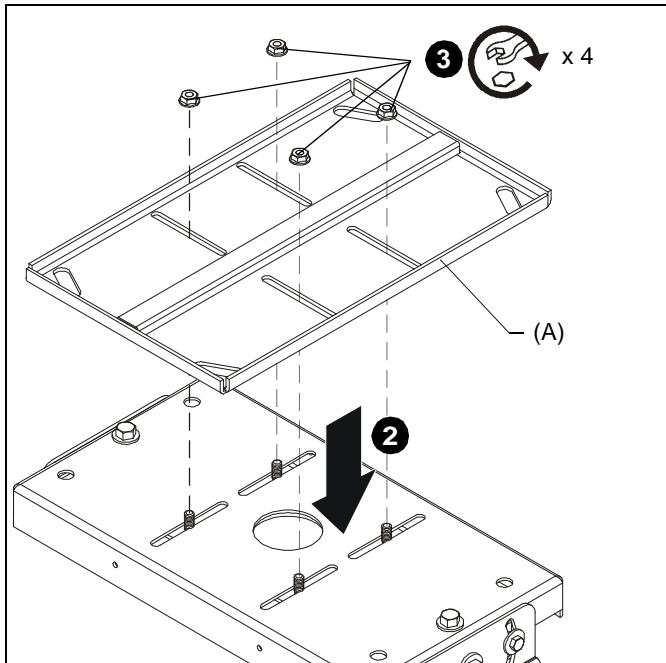

Figure 2
- Placez le système de montage LPK1 (A) ouvert côté orienté vers le haut sur la partie supérieure du VCM, en insérant les montants du VCM dans les fentes du LPK1. (voir la Figure 2)
- Serrez le LPK1 (A) à l'aide des quatre écrous retirés à l'étape 1. (voir la Figure 2)